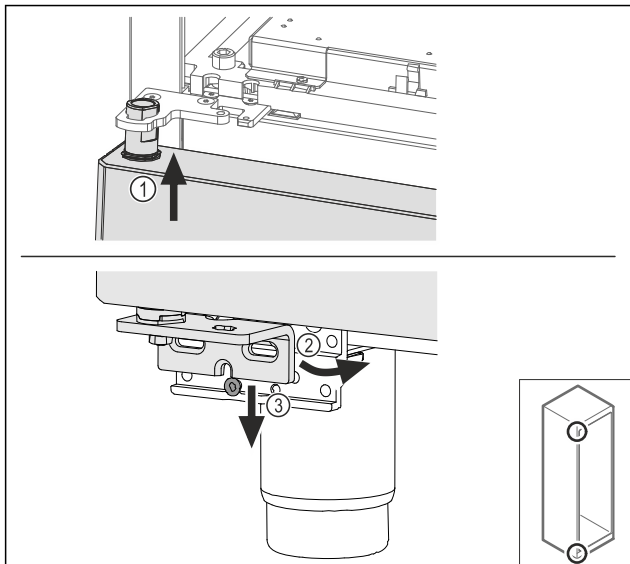

Fig. 64
- ▶ Lehce naklopená dvířka zasuňte nahoře Fig. 64 (1), dvířka narovnejte Fig. 64 (2) a nasadte je dole na šroub stojanu ložiska Fig. 64 (3).